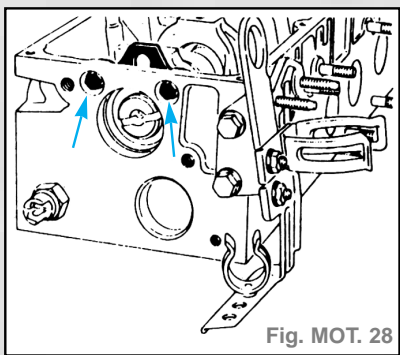

Fig. MOT. 28
- La chemise s'appuie directement sur le carter-cylindres et le dépassement (x) est réalisé par les cotes de fabrication (fig. MOT. 28).
- placer la chemise, non munie de son joint torique (J) dans le carter-cylindres (fig. MOT. 28).